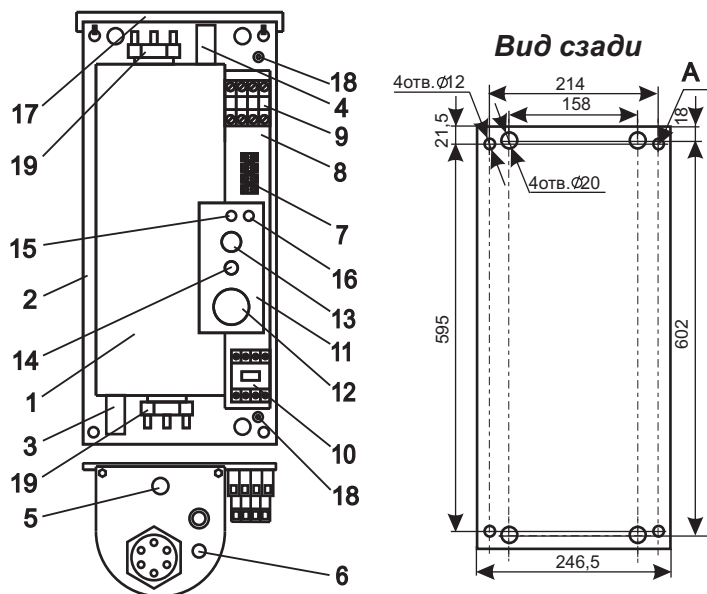

Рисунок 1 (кожух не показан):
4.1 Приборы ЭВАН-С1 -3; -4; -5; -6; -7,5; -9; -12; -15; -18; -24; -30 в соответствии с рис. 1 состоят из следующих основных частей:
- котла (1) с входным (3) и выходным (4) патрубками G 1¹/₄ датчиком терморегулятора (6), аварийным самовозвратным термовыключателем (5), отключающим прибор при 92° С, и блоками трубчатых электронагревателей (ТЭН) (19);
- панели (2) с зажимом заземления (18) для подключения защитного проводника РЕ;
- кронштейна (8) с размещенными на нем зажимом клеммным (7) для подключения циркуляционного насоса и датчика температуры воздуха, пускателем (10), элементами управления и сигнализации расположенными на панели управления (11);
- сигнальной лампы "НАГРЕВ" (14);